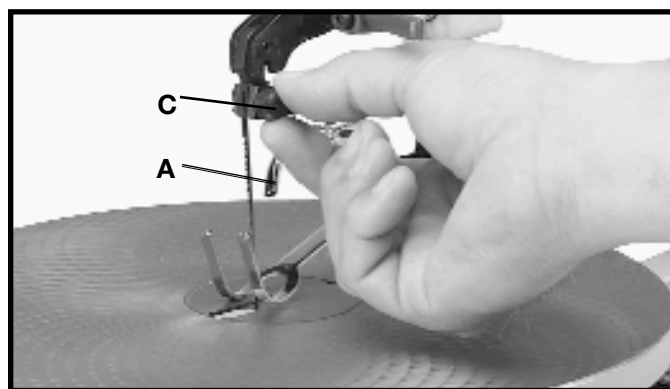

Fig. 29
2. Tourner le contre-écrou (C) fig. 29, en sens horaire pour serrer et dans le sens antihoraire pour desserrer l'action d'étau du porte-lame. Il faut très peu de déplacement du contre-écrou (C).